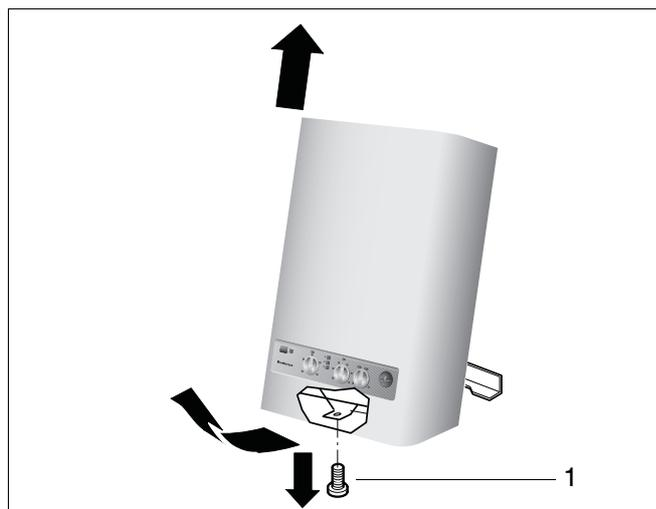

Fig. 15 Togliere il rivestimento
- Svitare la vite del sostegno (fig. 15, pos. 1).